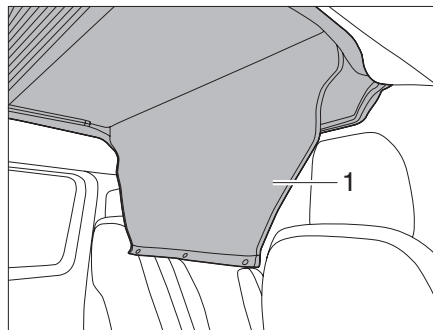

Fig. 31 Enrouler la protection de la trappe d'accès
► Ouvrir et enrouler la protection de la trappe d'accès (Fig. 31,1).